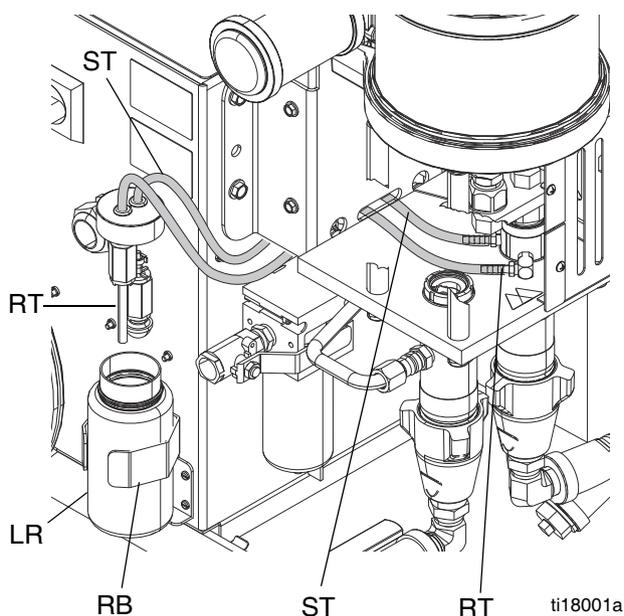

图 15. 泵润滑系统
2. 将润滑油储液器 (LR) 从托架 (RB) 中升起，并从帽上卸下该容器。将帽握在适当容器的上方，卸下止回阀，排出润滑油。将止回阀重新装到入口软管上 (ST)。参见图 15。